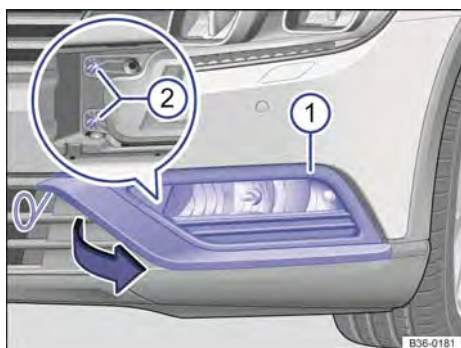

Fig. 277 No para-choque dianteiro à esquerda: lanterna para luz de neblina e farol de rodagem diurna.
2. Introduzir o gancho extrator das ferramentas de bordo → Página 351 no entalhe conforme mostrado e puxar a cobertura → Fig. 277  com o gancho extrator para frente no sentido da seta.
3. Remover os parafusos de fixação do farol → Fig. 277  com a chave de fenda.
12. Introduzir os parafusos de fixação do farol → Fig. 277 .
13. Recolocar a cobertura → Fig. 277  novamente no para-choque e travar.